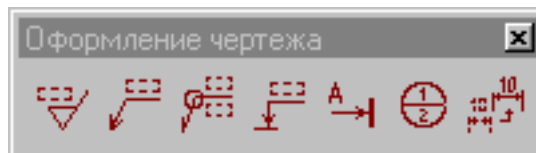

рис. 100
Классификатор содержит ряд групп параметров, при помощи которых можно разместить в проекте: различные виды линий, обозначений (выносок), размеров, текстовых полей, штриховок. Для выносок также существует панель пиктограмм (рис. 100), которая вызывается из этого диалогового окна через параметр группы *Обозначения*. Для нанесения того или иного условного знака согласно классификатору, необходимо в диалоговом окне *Выбор установок* в меню *Группа* выбрать категорию объекта и в меню *Компонент* название условного знака. В классификаторе собраны следующие *Группы*:
- *Обозначения* – собраны основные типы обозначений, выносок, надписей, отметок уровней. Также в этой группе в меню *Компонент* находится *Панель инструментов* (рис. 100), в которой продублированы инструменты для размещения обозначений, выносок, надписей, отметок уровней, для изменения масштаба.